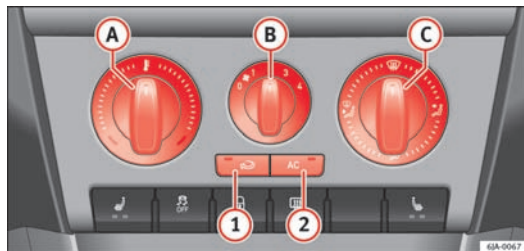

Fig. 99 Aircondition anlæg: betjeningselementer
⇒ Fig. 99 ⇒ Side 126, og følgende betingelser er opfyldt:
- Drej drejeregulatoren  ⇒ Fig. 99 mod højre for at øge temperaturen.
- Drej blæserkontakten  ⇒ Fig. 99 til en af positionerne 1 til 4 for at tilslutte blæseren.
- Hvis du vil lukke for tilførslen af frisk luft, skal du bruge knappen  ① ⇒ Side 128, Recirkulationsfunktion.
- Med kontakten til regulering af luftfordelingen  ⇒ Fig. 99 kan du regulere luftens retning ⇒ Side 123.
- Tryk på knappen   ⇒ Fig. 99. Kontrollampen i knappen lyser.
- Betjeningselementerne A ⇒ Fig. 99 ⇒ Side 126, B, C og knapperne 1 og 2
- Tryk på knappen 1 ⇒ Fig. 99 ⇒ Side 126. Kontrollampen i knappen lyser. ▶
- Tryk på knappen  ① ⇒ Fig. 99 ⇒ Side 126 igen. Kontrollampen i knappen slukker.
Hvis regulatoren til luftfordeling  ⇒ Fig. 99 ⇒ Side 126 indstilles til position , bliver recirkulationsfunktionen automatisk deaktiveret. Du kan aktivere recirkulationsfunktionen igen i denne position ved at trykke på knappen .